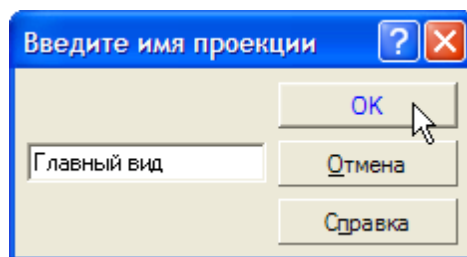

Рисунок 6.
- Введите имя проекции и нажмите кнопку ОК (рис. 6).